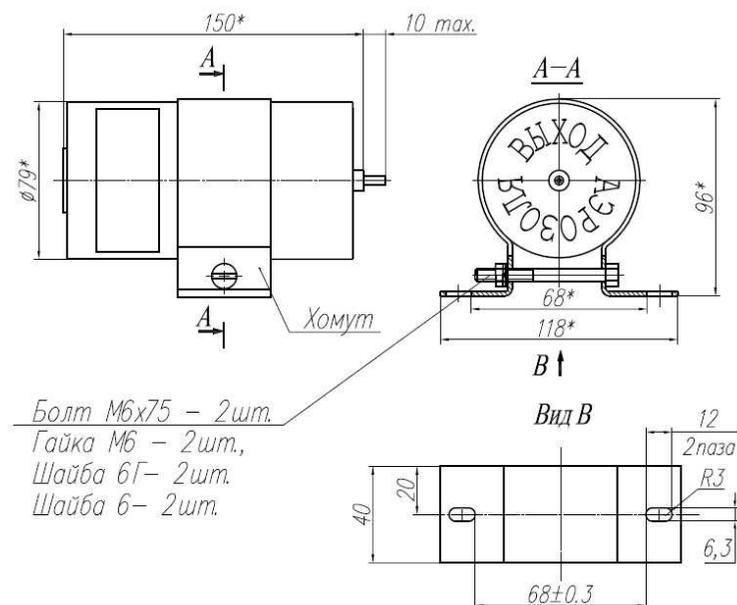

Рис. 2 Способ крепления ГОА.
5.1.3. Генератор в рабочем положении крепится к потолку или стенке внутри защищаемого объекта при помощи кронштейна рис. 2.
4.1. Генератор размещается непосредственно на защищаемом объекте (в помещении, на транспортном средстве и т.д.) и монтируется на стене или вертикальной части конструкции объекта. Монтаж генератора производится с помощью кронштейна крепления (рис.2). При выборе расстояния между генератором и объектом тушения
необходимо учитывать длины зон с повышенной температурой п. 11 раздела 2, но оно не должно превышать, по возможности, 3,0 м. Для монтажа сверлятся 2 отверстия диаметром 8 мм под пластмассовый дюбель 8 мм на глубину 48 мм в соответствии с размерами, указанными на (рис.2). Кронштейн крепления закрепляется шурупами диаметром 6 мм и длиной 35мм. На металлических конструкциях кронштейн крепления закрепляется при помощи 2 винтов М6х30, 2 шайб пружинных 6 и 2 гаек М6 через 2 паза 6,3 мм. (Метизы в комплект поставки не входят).